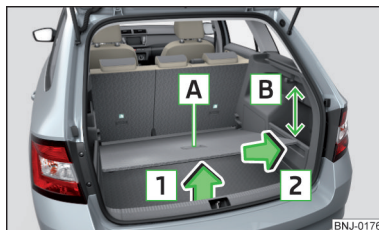

Fig. 108
- Tag fat i den variable bundplade ved grebet **A** » Fig. 108.
- Når du tager den variable bundplade ud eller sætter den ind, skal afstanden på 15 cm **B** » Fig. 108 under kanten på afdækningen, der kan rulles ind, overholdes – risiko for beskadigelse af bagklappens tætningsliste.